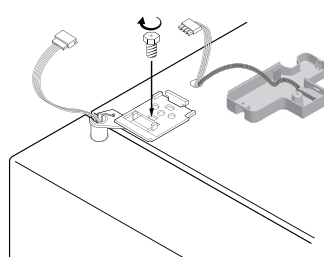

Figura 9b
- c** Gire o parafuso da dobradiça até que fique bem apertado (Figura 9b)